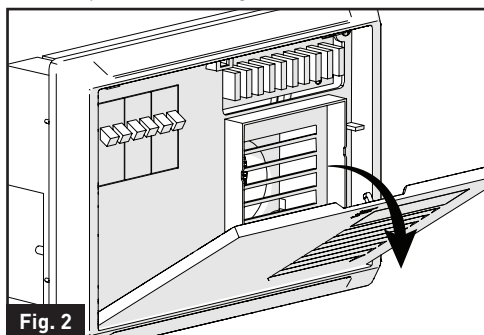

Fig. 2
3. Pressez le couvercle avant du centre d'alimentation autour du repère « F » et faites-le pivoter vers le bas pour l'ouvrir complètement. (Fig. 2)